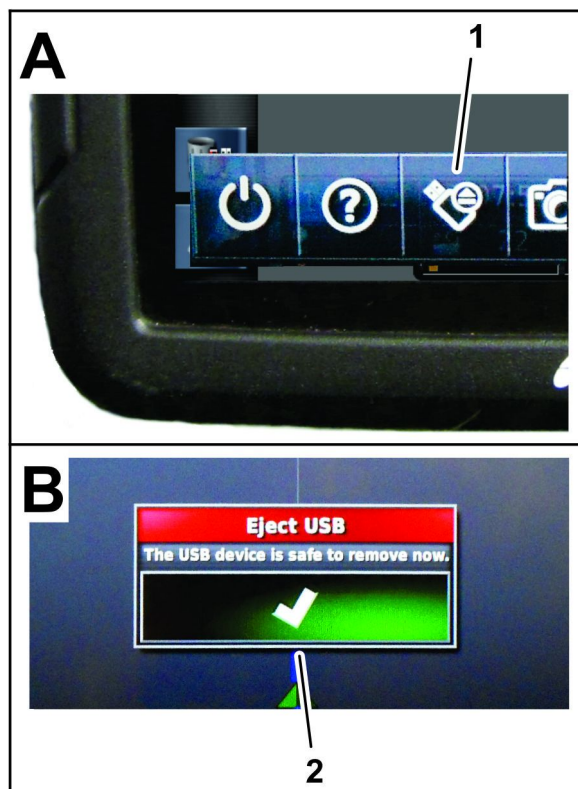

Figura 23
4. Nella parte inferiore della schermata del quadro di comando, scorrete verso l'alto per accedere alla barra menu fluttuante (Figura 23).
5. Premete l'icona Espulsione USB (Figura 23).
6. Nella finestra di dialogo per l'espulsione del dispositivo USB, premere l'icona di Conferma e rimuovete il dispositivo di archiviazione USB dal quadro di comando (Figura 23).